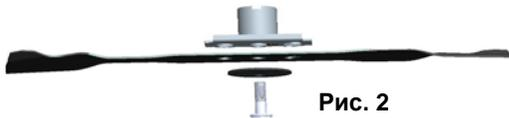

Рис. 2
5. Смените лезвие, как указано на рис. 2. Затяните винт.